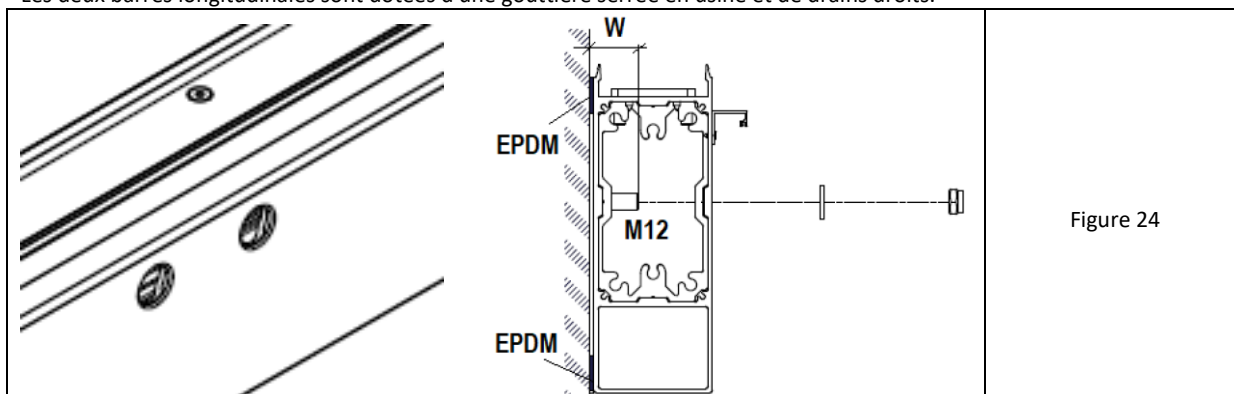

Figure 24
2. Installer les chevilles de taille M12 (non fournies par SELT) dans le support, en veillant à ce qu'elles soient alignées et que les distances axiales soient conformes à la configuration des trous dans la poutre. Respecter l'espacement correct entre les chevilles et la face du mur dans la plage  $W = \text{min. } 35 \text{ et max. } 45 \text{ mm}$  (Fig. 24).
3. Sur la face arrière de la barre (côté mur), après dégraissage, appliquer des bandes d'écartement autocollantes en EPDM (Fig. 24) sur ses bords supérieur et inférieur.
EPDM (Fig. 24) sur ses bords supérieur et inférieur.